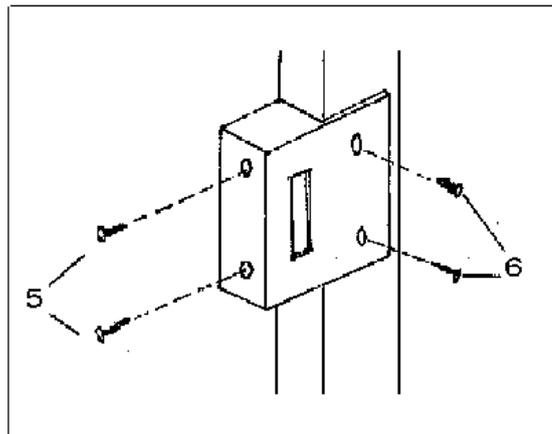

Figura 6 – Colocação do batedor do trinco.
**2.2.6** Coloque então o contra-testa do trinco com os parafusos ou rebites, no batente conforme indica a figura 6.